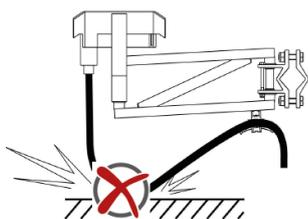
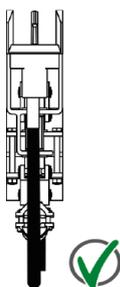
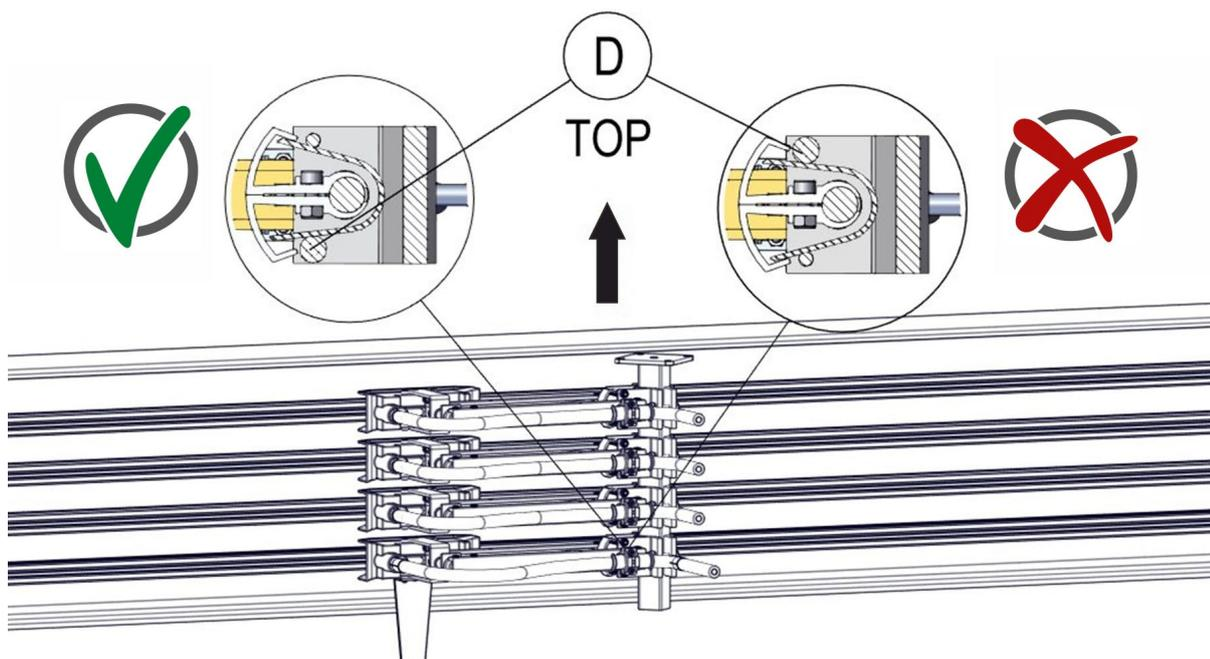

Fig. 110 : Le câble de raccordement ne doit pas reposer.
Fig. 116 : Le câble de raccordement n'est pas torsadé
Fig. 118 : L'entretoise (Pos. D) se trouve au-dessous.
- Les câbles de raccordement doivent être exempts de toute contrainte et être très souples (classe 6) afin d'éviter qu'ils ne se déforiment, ne tirent ou ne poussent les têtes de capteurs, ou encore ne limitent le mouvement du capteur de courant (voir Fig. 110 à Fig. 118).
En cas d'application du capteur de courant par le côté L'entretoise (voir pos. D dans Fig. 118) assure que le capteur de courant reste dans sa position neutre.
- En cas d'application sur le côté, l'entretoise du capteur de courant se trouve sur le dessus ou n'a pas été installée (voir pos. D dans Fig. 118).
- Veiller à bien sélectionner le câble de raccordement et à le poser correctement et sans force de traction (voir Fig. 110 à Fig. 116.)